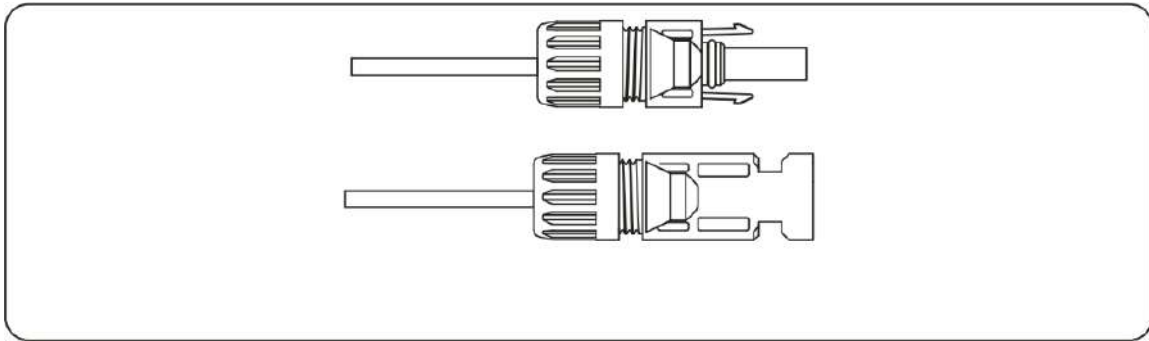

Imagen 5.5 Conector con tuerca de tope enroscada
- c) Inserte el pin de contacto en la parte del tope del conector y enrosque la tuerca del tope a la parte del tope del conector. (como se muestra en la imagen 5.5).